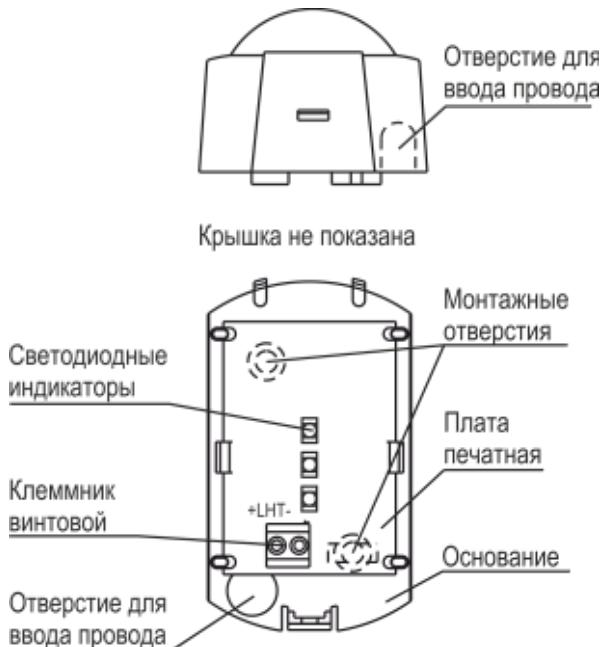

Рисунок 1
Оповещатель состоит из основания, печатной платы с радиоэлементами и крышки (рисунок 1). Конструкция оповещателя обеспечивает возможность крепления его на стене помещения.
- в) выдавить отверткой в основании оповещателя заглушки выбранных монтажных отверстий и отверстий для ввода проводов (рисунок 1);